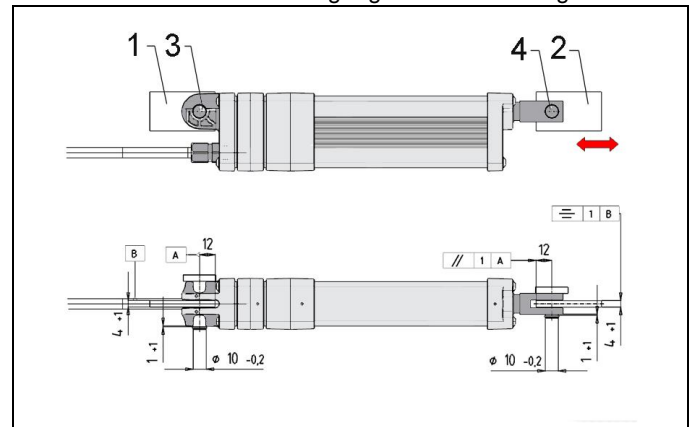

Abb. 1: Befestigung
Das Produkt ist für die Befestigung nach Abb. 1 vorgesehen.
- Die Befestigung wie in Abb.1 beschrieben.